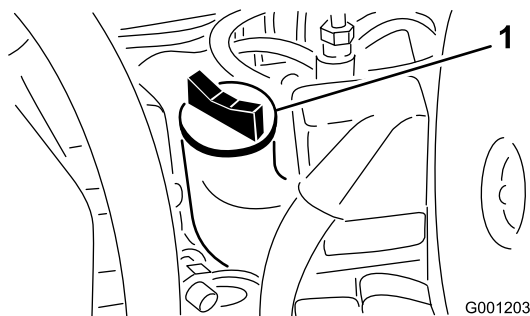

Figure 48
4. Si le niveau n'atteint pas le repère maximum, enlevez le bouchon de remplissage (Figure 48) et faites l'appoint jusqu'à ce que le niveau correct soit atteint. **Ne remplissez pas excessivement.**